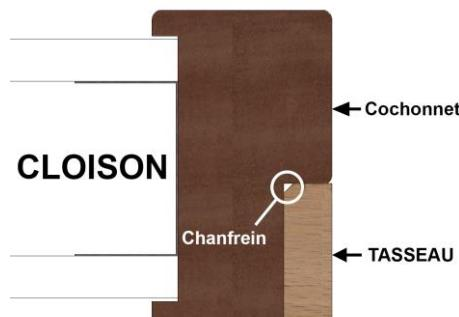

Figure 1
5.3.1.1. CAS AVEC FEUILLURE OU FEUILLURE ET CONTRE FEUILLURE SUR MONTANTS ET TRAVERSE (SECTION MINI 118x56) - figures 1 & 2 -
- **Tasseau dans feuillure/contre feuillure :** Retirer le film adhésif du double-face et positionner le tasseau d'habillage de manière à avoir le chanfrein en fond de feuillure (voir **figures 1 & 2** à la page 9).
- **Tasseau dans feuillure/contre feuillure :** Retirer le film adhésif du double-face et insérer le tasseau d'habillage entre les deux autres tasseaux déjà en place sur les montants, côté double face contre le cochonnet de la traverse de l'huisserie existante (voir **figures 1 & 2** à la page 9).
*(voir Figures 1 à 5 à la page 9)